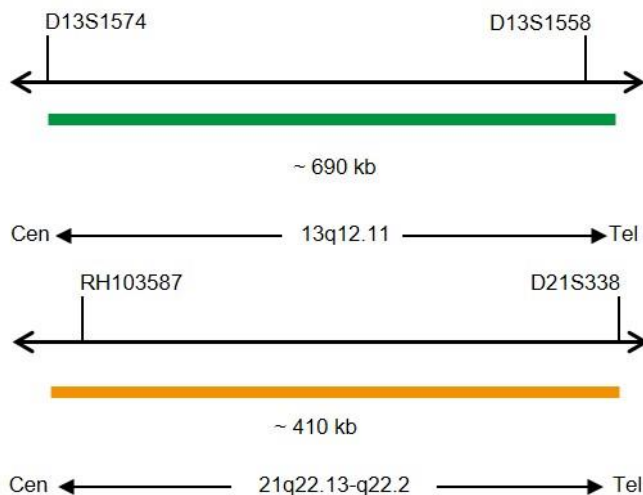

Abb. 1: Oben: SPEC 13q12 Sondenlokalisierung; Unten: SPEC 21q22 Sondenlokalisierung (nicht maßstabsgetreu)
- ZyGreen (Anregung 503 nm/Emission 528 nm) markierten Polynukleotiden (~10,0 ng/ μ l), die gegen Sequenzen in 13q12.11* (chr13:20,200,365-20,892,494) gerichtet sind (siehe Abb. 1).
- ZyOrange (Anregung 547 nm/Emission 572 nm) markierten Polynukleotiden (~4,5 ng/ μ l), die gegen Sequenzen in 21q22.13-q22.2* (chr21:39,372,983-39,784,773) gerichtet sind (siehe Abb. 1).